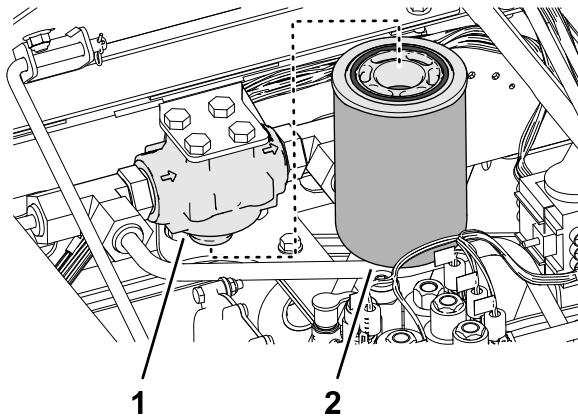

Figure 116
3. Nettoyez la surface autour du filtre de charge et de la tête du filtre (Figure 116).